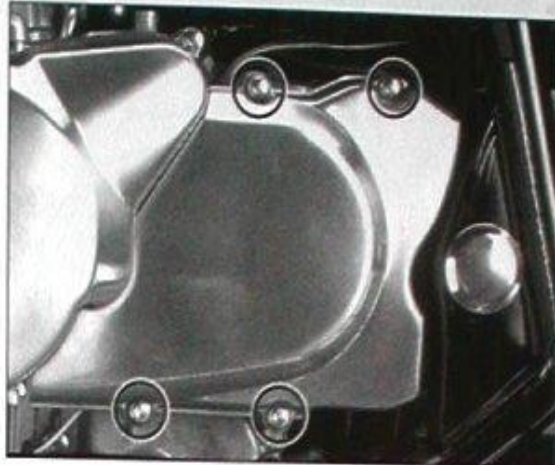

Bild 97
- Vier Befestigungsschrauben ausdrehen und Ritzelabdeckung abnehmen (Bild 97).